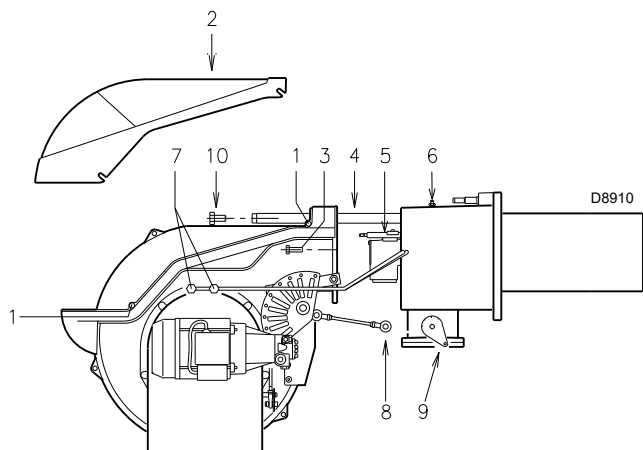

Fig. 42
- Aflojar los tornillos 1)(Fig. 42) y quitar la tapa 2)